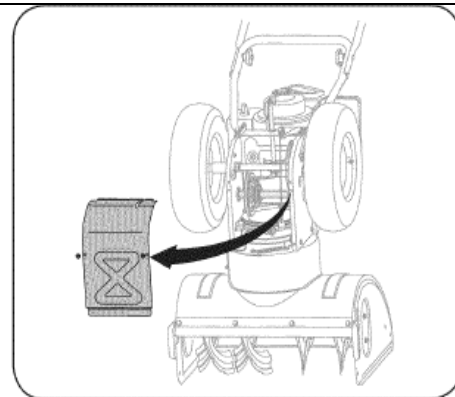
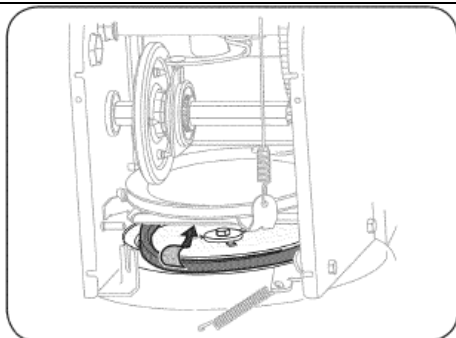
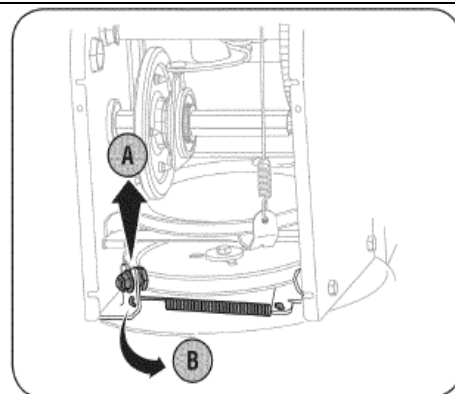

Рис. 30
Рис. 32
Рис. 31
<p>Замена ремней</p> <p>Ремень шнека</p> <p>Чтобы снять и заменить ремень шнеков снегоочистителя сделайте следующее:</p> <ol style="list-style-type: none"> 1. Чтобы топливо не пролилось, осушите топливную систему, оставив двигатель работающим до его полной остановки. 2. Отверните 2 самореза, крепящих пластиковый кожух ремня в передней части двигателя, и снимите его. См. Рис. 28. 3. Стащите ремень шнека со шкива двигателя (См. Рис. 29). 4. Аккуратно запрокиньте снегоочиститель вверх и вперед таким образом, чтобы он стоял, опираясь на кожух шнеков. 5. Снимите рамную защитную крышку с нижней части снегоочистителя, вывинтив четыре фиксирующих самореза (См. Рис. 30). 6. Снимите ремень следующим образом (См. Рис. 31): <ol style="list-style-type: none"> а. Ослабьте и извлеките болт, выполняющий роль держателя ремня; б. Отсоедините пружину кронштейна тормоза от рамы. 7. Снимите ремень со шкива шнека и пропустите его между опорным кронштейном и шкивом шнека (См. Рис. 32). 8. Установите новый ремень шнека, выполняя инструкции в обратном порядке. 9. Протестируйте систему управления шнеками (методика проверки описана в разделе «Сборка»). <p>ВНИМАНИЕ: Не забудьте после замены ремня установить обратно болт и закрепить пружину кронштейна тормоза к раме.</p>	 <p>Рис. 28</p>  <p>Рис. 29</p>
5. Снимите рамную защитную крышку с нижней части снегоочистителя, вывинтив четыре фиксирующих самореза (См. Рис. 30).